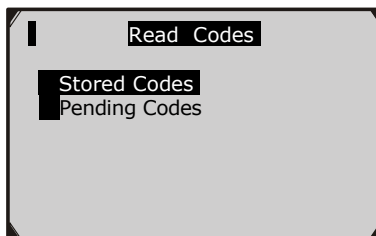

Рисунок 6.4
- 2) Используйте кнопки прокрутки **ВВЕРХ/ВНИЗ** для выбора пункта **Stored Codes** или **Pending Codes** из меню **Read Codes** и нажмите **ОК**. (Рисунок 6.4)